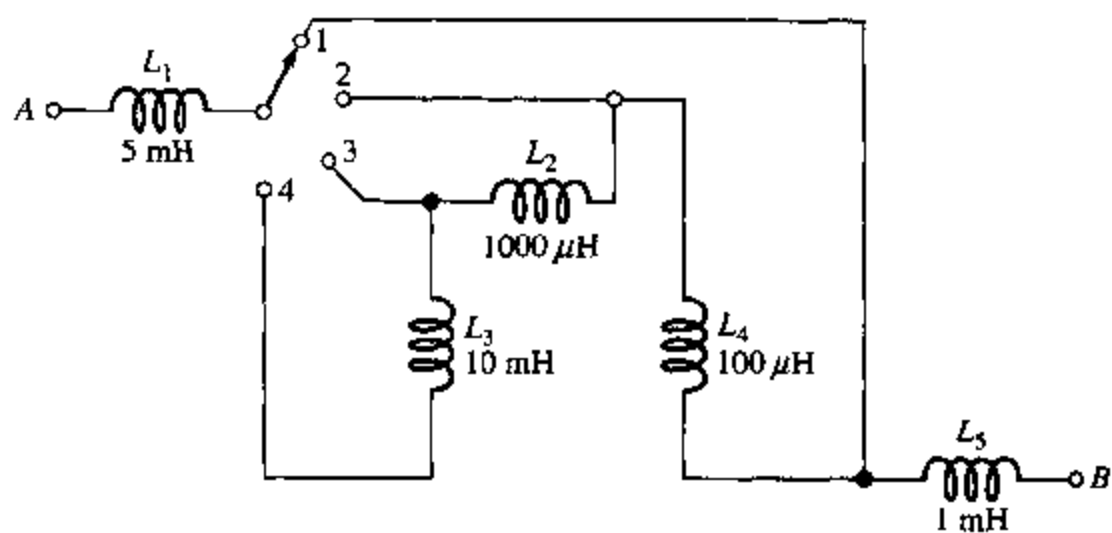

图 14.46
12. 图 14.46 中的开关在各个位置上时点 A 和点 B 之间的总电感是多少?